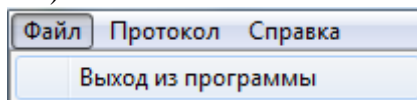

Рисунок 12
7.11.2 Пункт «**Файл**» (см. рисунок 12):